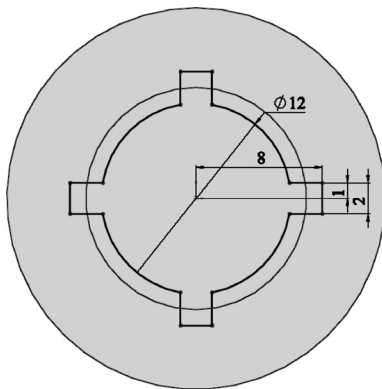

图 13-13 绘制草图 2
**02** 绘制草图。单击“草图”控制面板中的“边角矩形”按钮、“圆周阵列”按钮和“剪裁实体”按钮，绘制草图，结果如图 13-13 所示。